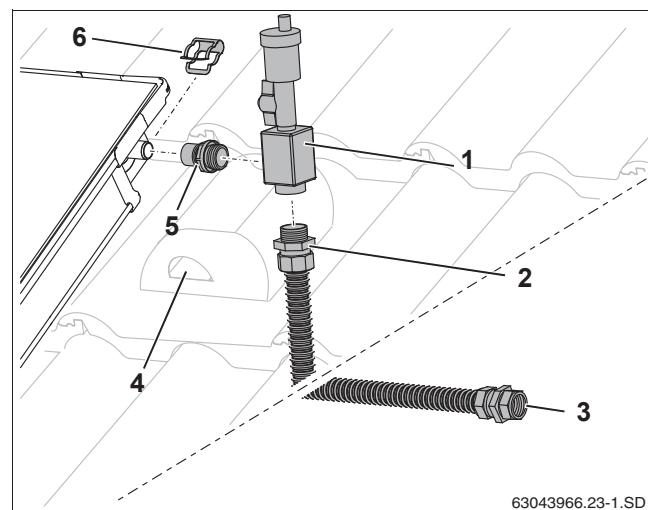

Рис. 58 Монтаж воздушного клапана
- ▶ Заверните ниппель (рис. 58, [5]) и соединительную трубу (рис. 58, [2]) в воздухосборник (с кольцевым уплотнением).
- ▶ Наденьте воздухосборник (рис. 58, [1]) вместе с ниппелем на штуцер коллектора и закрепите зажимом (рис. 58, [6]).
- ▶ Проведите трубу вместе с проводом датчика через черепицу с вентиляционным отверстием (рис. 58, [4]) и изоляцию кровли.
- ▶ Подключите сборную линию к резьбовому соединению с зажимным кольцом (рис. 58, [3]).